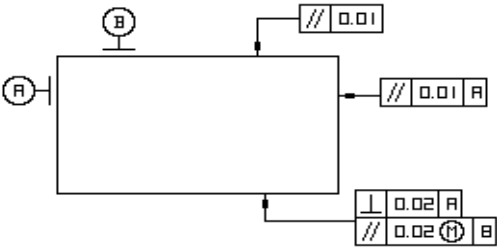

图 4.3-30
用鼠标按下某项公差类型按钮即选择了该种类型公差。在“公差”区内输入形位公差值，在“基准”右面的输入框中输入基准符号，最多可有四个基准。形位公差值也可通过查手册来确定，在“精度等级”和“主参数”框中输入精度等级和主参数区间，然后在公差框中自动得到对应的公差值。单击〈确定〉按钮系统将询问是否继续标另一个形位公差，如输入“Y”或单击〈是〉按钮，可以再输入一个形位公差，得到如图 4.3-30中最下面两组在一起的形位公差。输入“N”或单击〈否〉按钮，则进入下一步，这时，箭头光标被锁定在当前线上，只能沿当前线的切线方向移动。再按【Enter】键或单击左键，则箭头光标被定位，同时，形位公差的数据及外框与光标“粘连”，移动到适当位置按空格键，全部尺寸输入完毕。在移动外框位置时按【Space】键可将外框竖置。
② 此时移动光标到需转向的地方单击鼠标左键或按【Enter】键，则系统自动在初始点和转向点画上短线标记。
③ 转动光标（在图 4.3-30中是转90°）回到第②步。